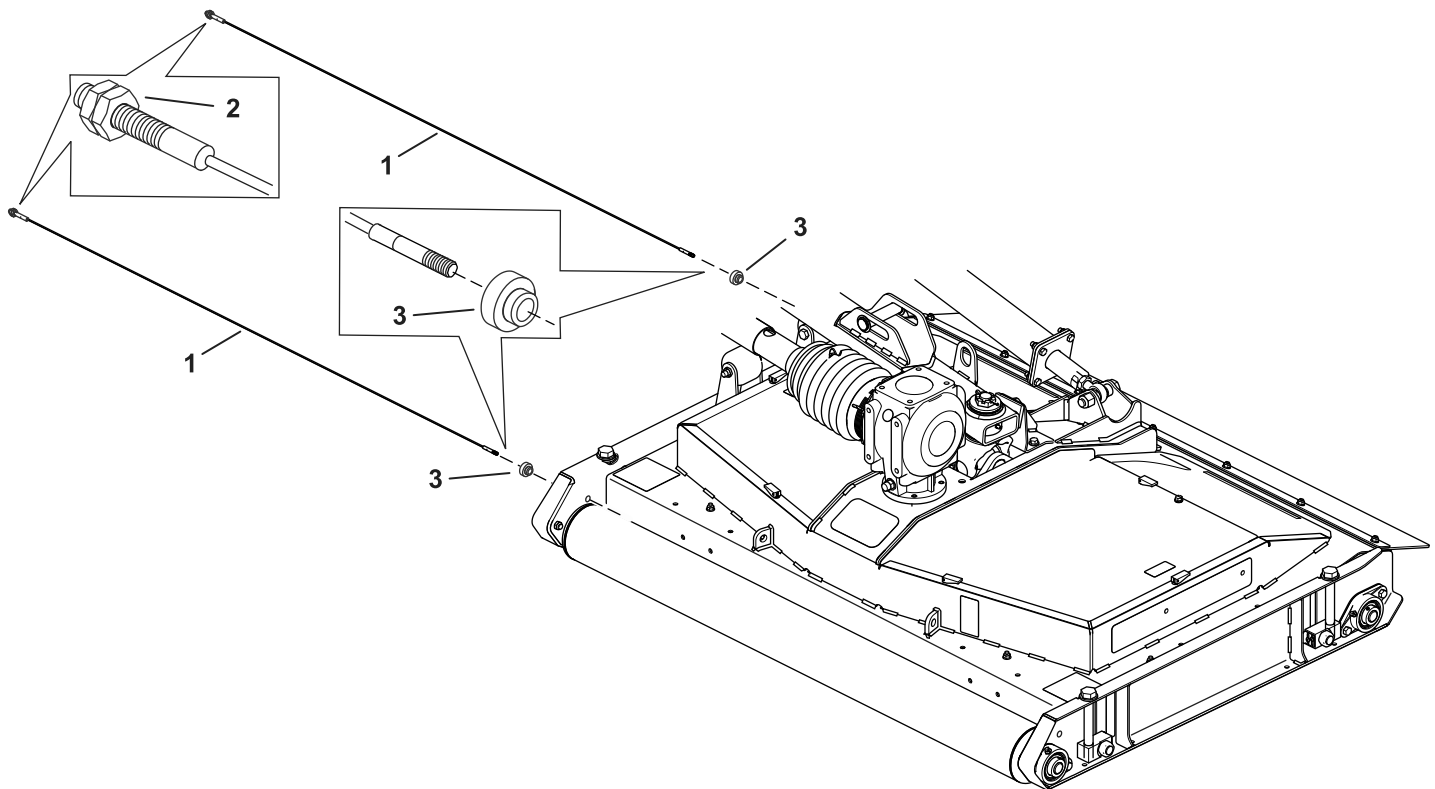

Bild 3
1. Installieren Sie das Kabel in eine Buchse, wie in Bild 3 dargestellt.